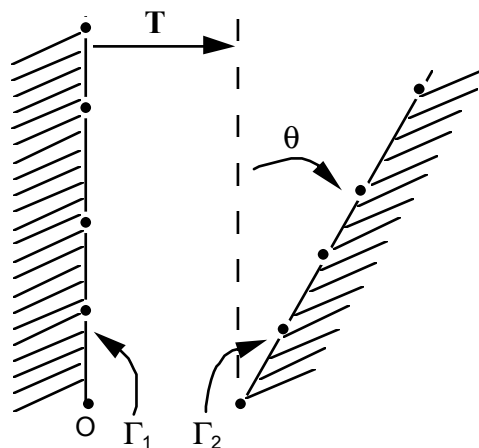

Figure 4.11.3-a : Transformation géométrique d'une frontière en une autre
Pour un nœud N donné, on appelle nœud image f(N) le nœud de l'autre liste de nœuds qui réalise le minimum de la distance avec N. Pour faciliter l'appariement, notamment dans le cas de géométries particulières (où les frontières Γ_1 et Γ_2 pourraient "presque" se déduire l'une de l'autre par la composition d'une translation et d'une rotation), on offre la possibilité de faire une transformation géométrique virtuelle du premier groupe de nœuds (translation et rotation (cf. [Figure 4.11.3-a]) avant de calculer les distances (mots-clés TRAN, CENTRE et ANGL_NAUT).